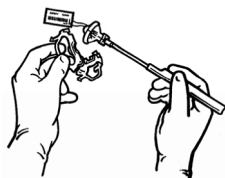

図 10
- (7) 人工弁を植え込む前に、人工弁からカラーをはずし(図10)、縫合カフを傷付けないようにしてIDタグを取りつけている糸を切り、IDタグを取り除く。IDタグは記録のために残しておく。